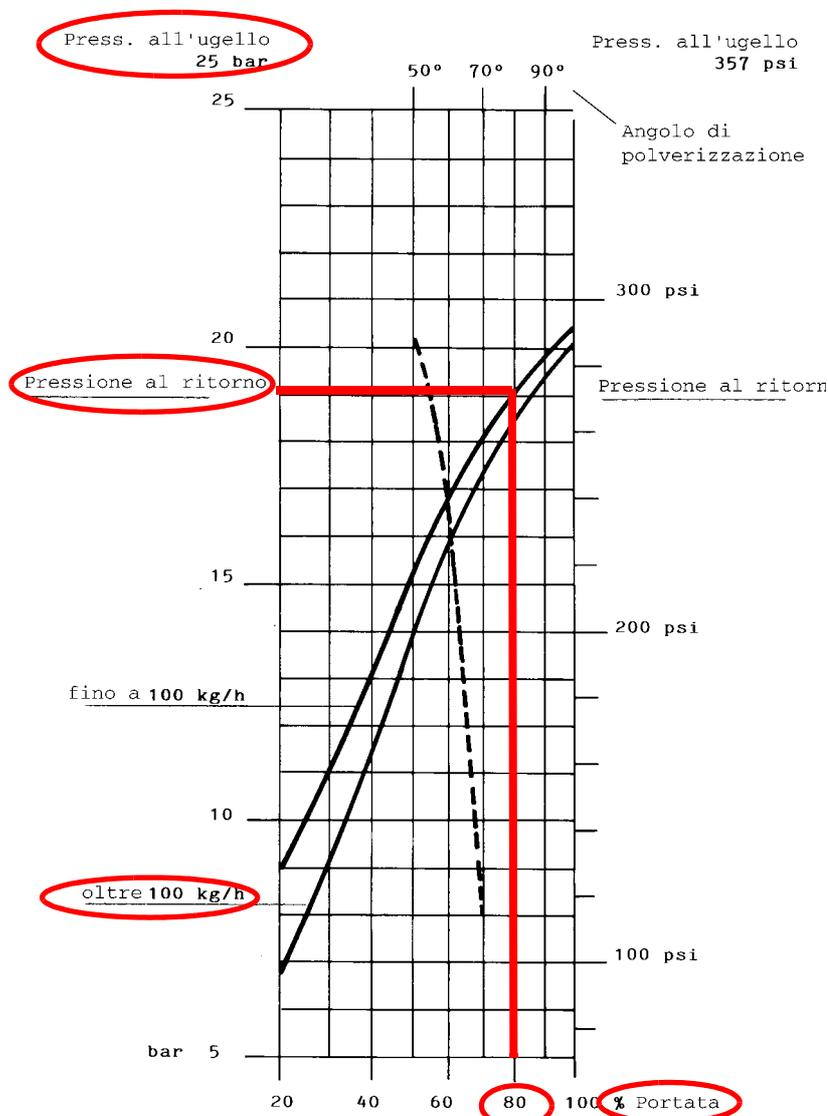
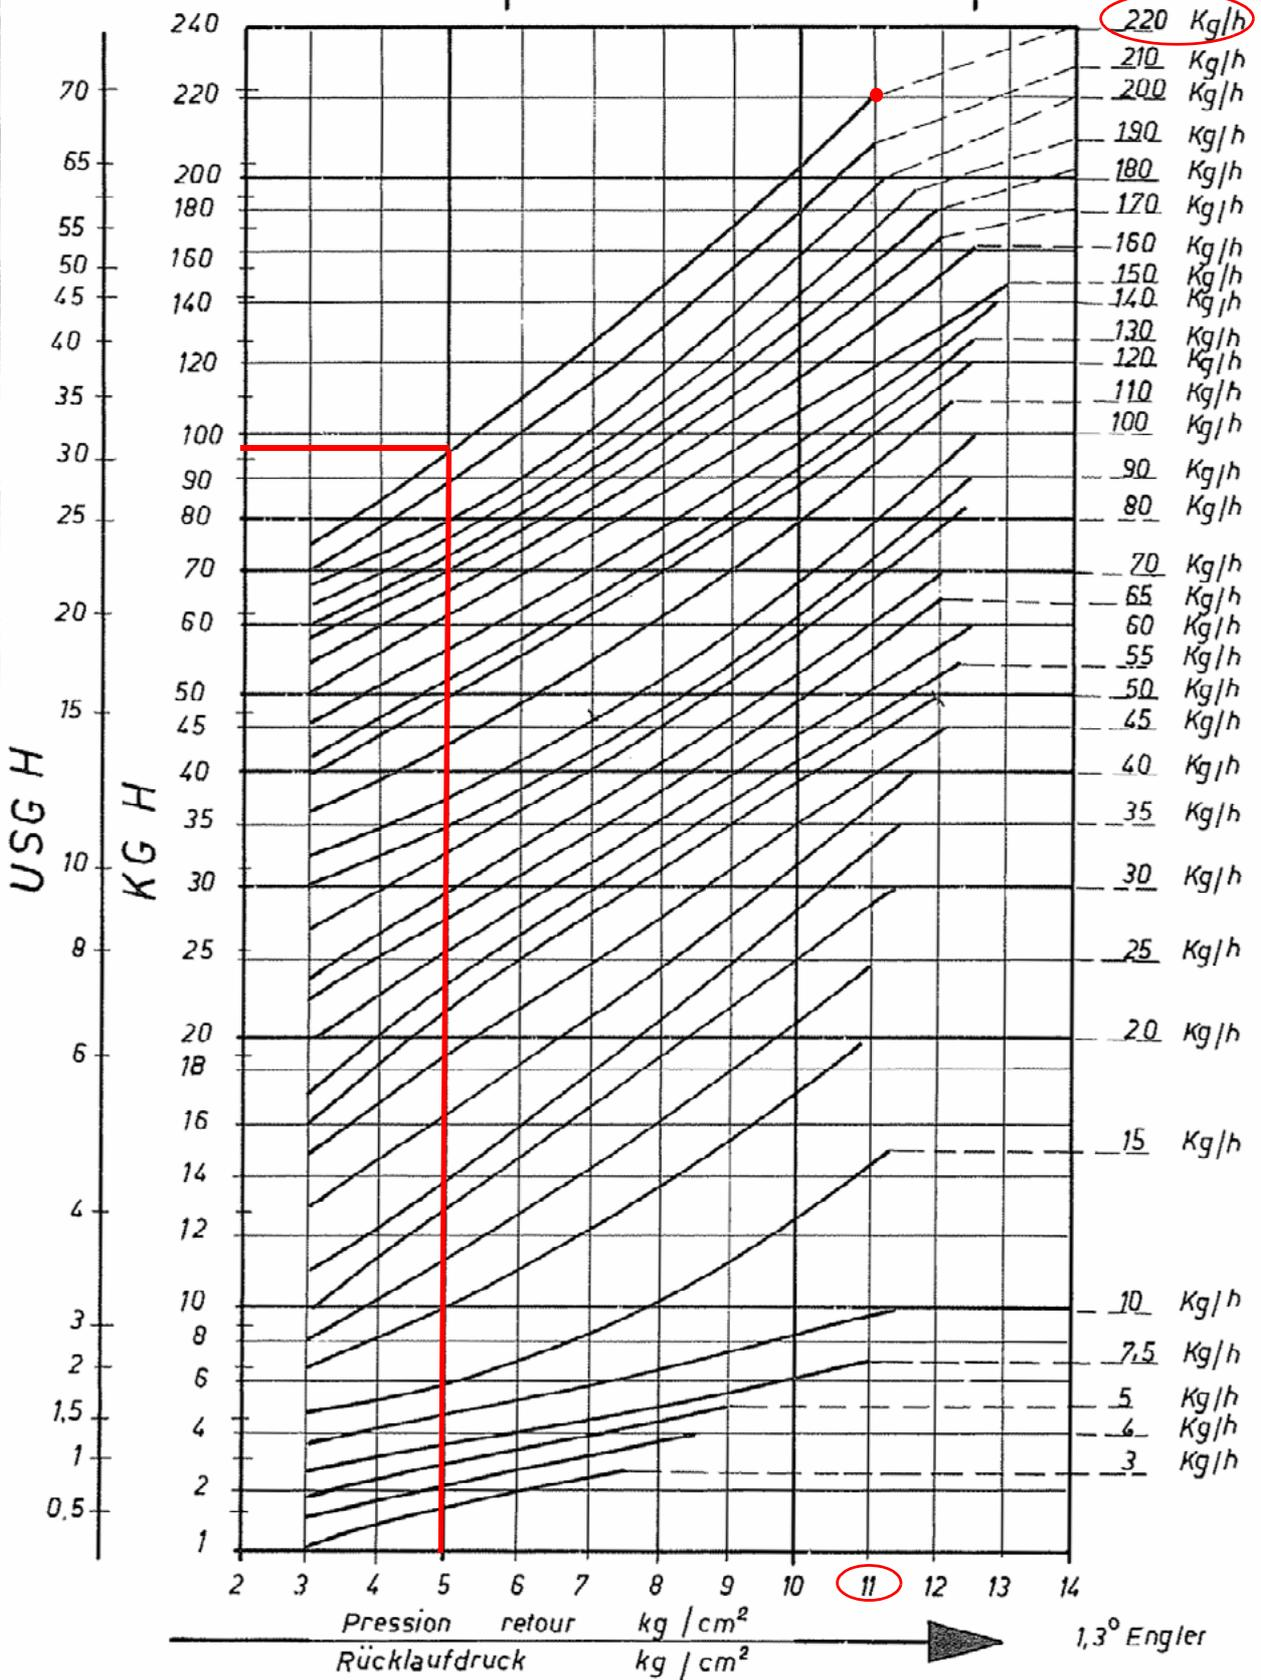

Fig. 15
Fig. 16
La portata del gasolio viene regolata scegliendo un ugello (del tipo a riflusso) di dimensione adatta alla potenza della caldaia/utilizzo e tarando le pressioni di mandata e di ritorno secondo i valori riportati nei diagrammi di Fig. 15 e Fig. 16, a seconda del tipo di bruciatore. Gli ugelli in dotazione sono i seguenti tipi (a seconda del tipo di bruciatore). Per la lettura delle pressioni consultare i paragrafi successivi.
PG91 - PG92: Bergonzo A3 (Fig. 16)
PG93: Fluidics WR2 (Fig. 15)
**Esempio:** l'80% della portata nominale di un ugello Fluidics, si ottiene, per ugelli oltre i 100 kg/h, con circa 18 bar di pressione al ritorno (vedi diagramma in Fig. 15).
- 16 spostare la **camma III** (bassa fiamma) verso il minimo in modo che il servocomando inizi a chiudere fino a che i due cuscinetti siano in corrispondenza della vite di regolazione relativa al punto immediatamente inferiore: avvitare la vite **V** per aumentare la portata, svitare per diminuirla, al fine di ottenere il valore di pressione come da diagramma in Fig. 15/ Fig. 16, in base alla portata richiesta.